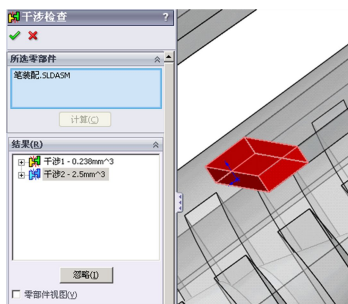

图 8-76 干涉体积
(1) 在装配体窗口中，选择【工具】|【干涉检查】菜单命令，系统弹出【干涉检查】属性管理器。在【所选零部件】选项组中，单击【计算】按钮，如图 8-76 所示。
(2) 从【结果】选项组中可见，笔帽零件和笔别之间发生干涉，体积为 2.5mm3（原因是笔别内部的下表面和笔帽槽的上表面为重合配合，笔别深度比笔帽的深度数值大，导致干涉出现，应当重新编辑这部分的配合条件以达到消除干涉的目的）。
(3) 单击【特征管理器设计树】中的【笔别】图标，切换到【属性管理器】选项卡，笔别零件的配合关系显示出来，用鼠标右键单击【重合 1（笔帽<1>）】图标，在弹出的菜单中选择【编辑特征】命令，系统打开【重合 1】属性管理器。在【配合选择】选项组中，用鼠标右键单击【要配合的实体】选择框中的面，在弹出的菜单中选择【消除选择】命令，重新选择约束面，单击【要配合的实体】选择框，在图形区域选择【笔别.SLDPRT】